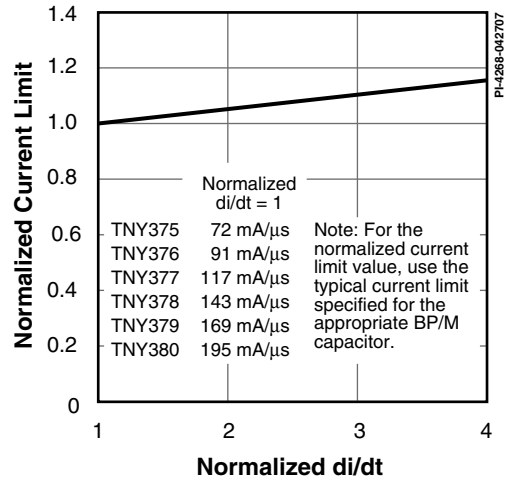

图 24. 限流点与 di/dt 的特性曲线
- F. 关于其它di/dt值时的电流限流点请参考图24。是在器件自偏置时进行的测量。